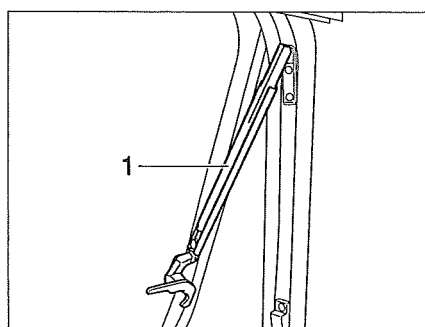

Bild 36 Överkantshängt fönster med automatik-spärrar, öppet
- Öppna det överkantshängda fönstret till önskat läge. Automatik-spärren (Bild 36,1) hakar fast automatiskt.